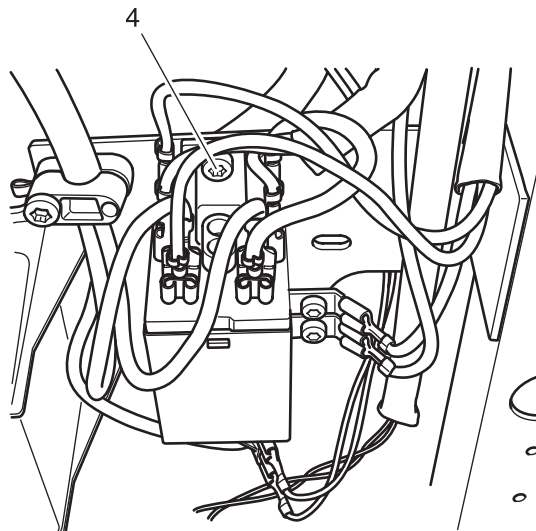

Fig. 23a
- Die Steckverbindungen in Fig. 23a (Flachstecker) von dem Relais abziehen.